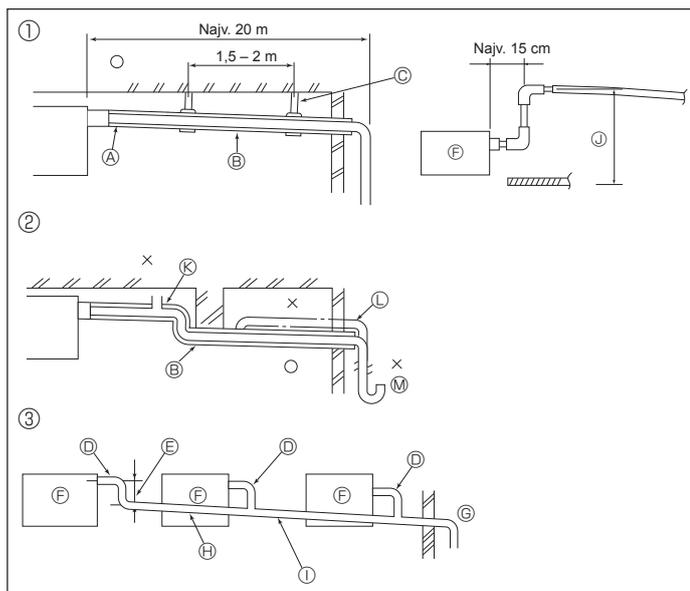

Fig. 5-1
5.1. Poslovi polaganja odvodnih cijevi (Fig. 5-1)
- ① Ispravno polaganje cijevi
- ② Neispravno polaganje cijevi
- ③ Grupno polaganje cijevi